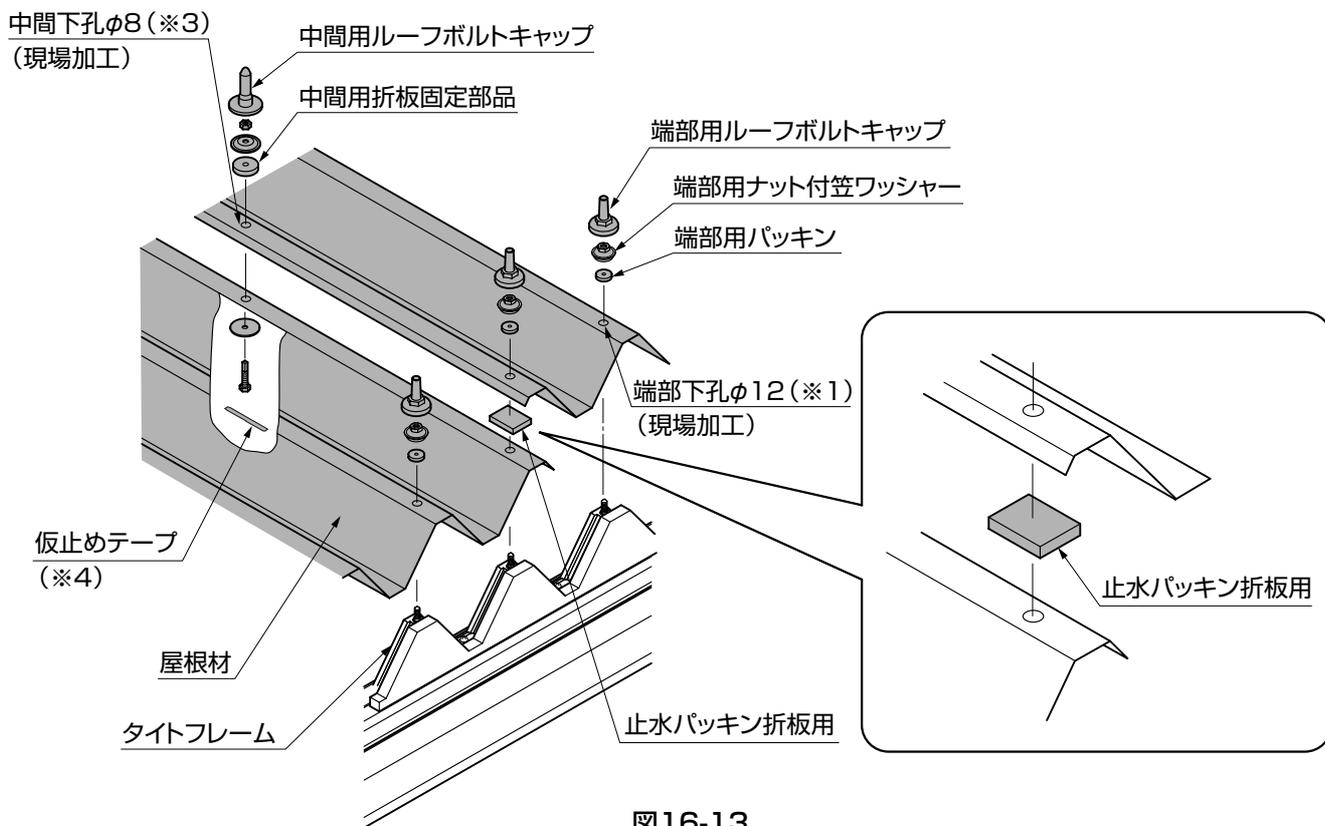
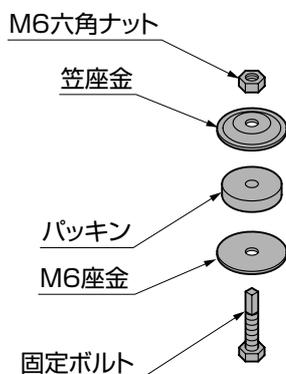

図16-13
図16-14
- 折板屋根材端部形状には、上・下がありますので、図にしたがって重ねあわせてください。(図16-14参照)
- ⑥ 下から中間用折板固定部品の固定ボルトを差込んでください。(図16-13、図16-14参照)